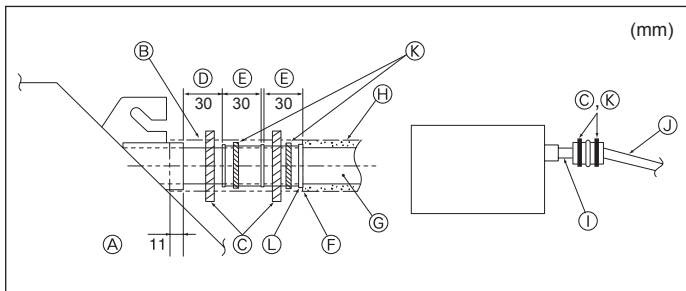

Fig. 3-5
1. Drenaj soketini (üniteyle birlikte verilmiştir) drenaj çıkışına bağlayınız. (Fig. 3-5) (Boruyu PVC tutkalla tutturduktan sonra bantlayarak tespit ediniz.)